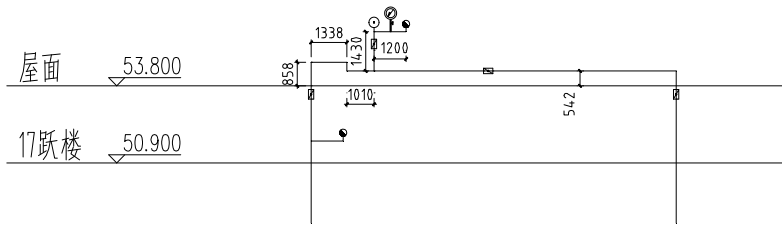

图 13-73 继续绘制管线并调入消防附件图形
⑦ 调用 HZGX 命令、“图库图层” → “图库管理”命令，绘制管线并调入消防附件图形，结果如图 13-73 所示。